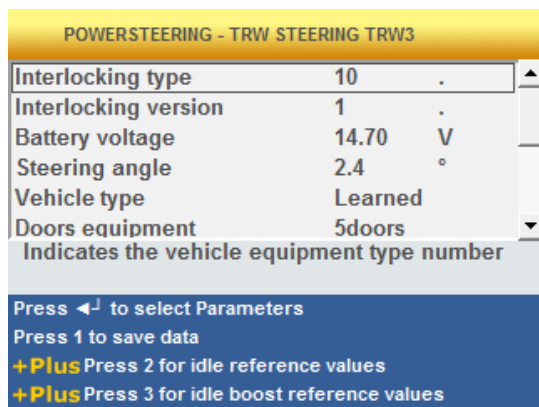

Fig.13
- d. Urządzenie skomunikuje się z pojazdem. Należy sprawdzić, czy ikona w prawym górnym rogu jest aktywna (*A) (rys. 13).